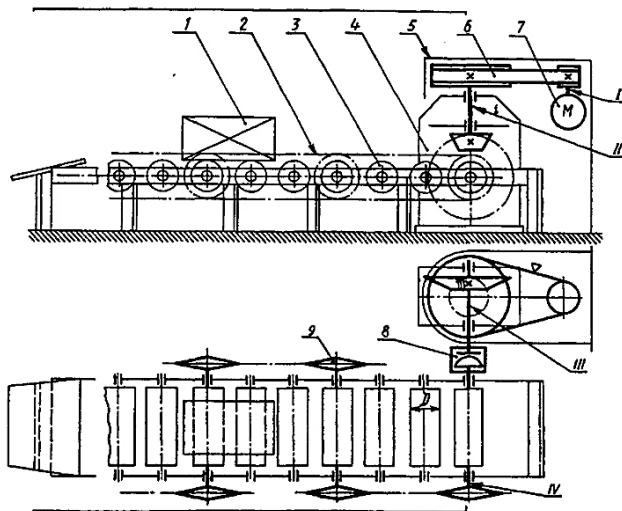

Рис. 1. Кинематическая схема привода к роликовому конвейеру:
3. Исходные данные для проектирования (табл. 1, рис. 1).
Рис. 1. Кинематическая схема привода пластинчатого двухпоточного конвейера: 1 - двигатель; 2 - упругая муфта со звездочкой; 3 - цилиндрический редуктор; 4 - коническая зубчатая передача; 5 - ведущие звездочки конвейера; 6 - тяговая цепь; I, II, III, IV - валы двигателя, быстроходный и тихоходный редуктора, рабочей машины